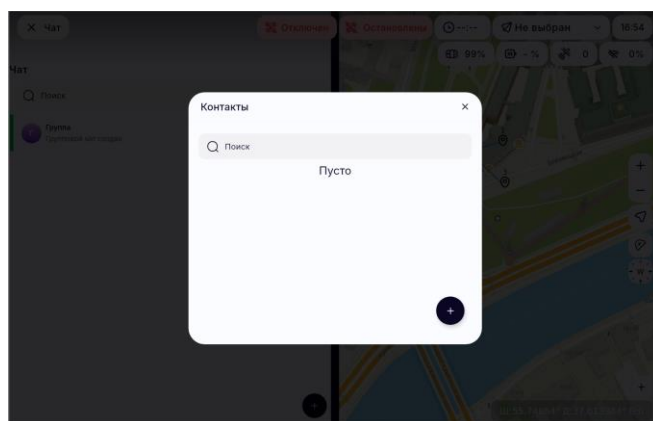

Рисунок 97
- убедиться, что была открыта форма выбора контакта (рисунок 97).